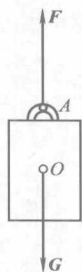

图 1-1 力的作用点
2) 力的方向表示力作用的方向,即力的指向。如图1-1所示,重力 G 的方向是竖直向下的,而拉力 F 的方向是竖直向上的。
3) 力的作用点表示力在物体上作用的位置,如图1-1所示重力 G 作用在重心 O 点,力 F 作用在 A 点。